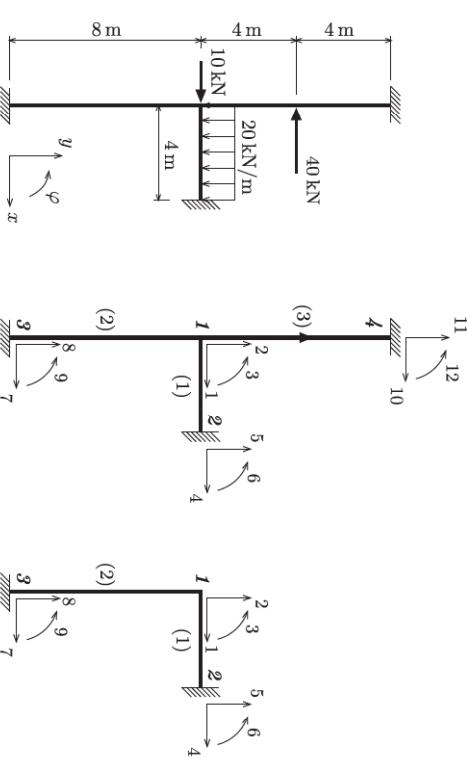

Fig. E5 - Carregamento e numeração dos graus de liberdade.
5. (2001, PS Q1[5,0]) Para a estrutura A mostrada na figura E5, determine